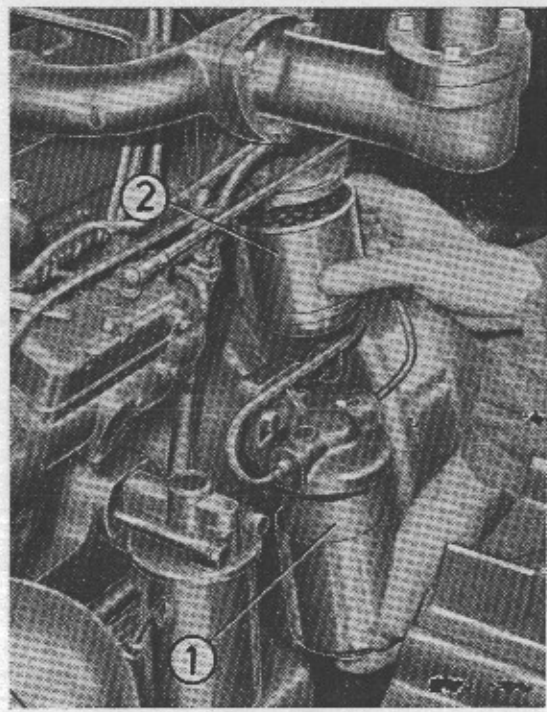

Fig. 40
- 2) **Filtri combustibile** (fig. 40) - Le cartucce dei filtri gasolio in carta, non sono lavabili ed è molto importante controllare che gli stessi elementi non presentino rotture o lacerazioni sulle loro superfici filtranti, onde evitare che eventuali impurità contenute nel gasolio possano arrivare fino alla pompa di iniezione.
1) **Filtro primario combustibile** - Sostituzione della cartuccia del filtro primario ed accurata pulizia del contenitore (fig. 40, punto 1).
- 6) **Filtro secondario combustibile** (fig. 40, punto 2) - Sostituire la cartuccia del filtro secondario ed eseguire un'accurata pulizia al contenitore del filtro.